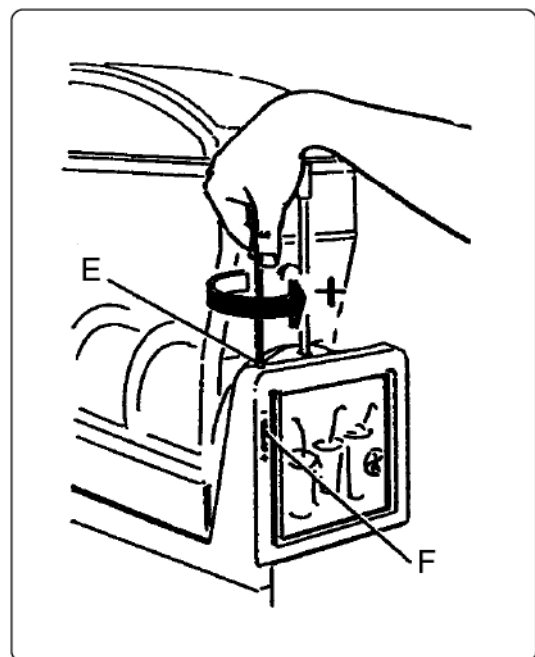

Abb. 9
- b) Einstellung der Konsistenz: zur Änderungen der Konsistenz des Produkts die Schraube (E) auf der Rückseite der Maschine einstellen (Abb. 9); durch Drehen in Uhrzeigerrichtung wird das wenig dicht, durch Drehen in Gegenuhrzeigerrichtung wird es fester. Die Anzeige (F) zeigt den Grad der Konsistenz des Produkts an.